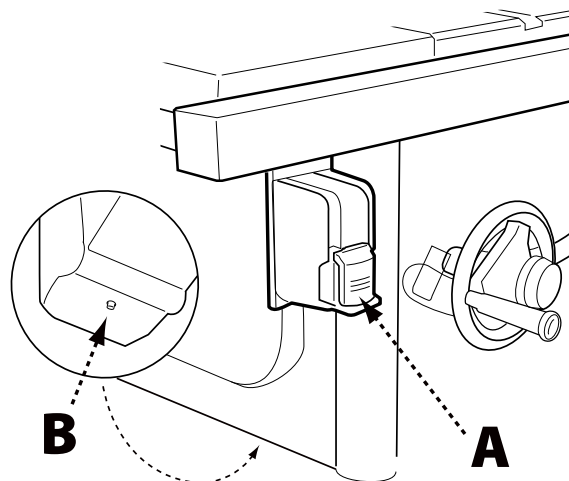

FIGURE 23
Le commutateur POWER (MARCHE / ARRÊT) (Figure 23) est situé sous la rallonge avant gauche de la table.
minutes. Puis appuyez sur le bouton de réinitialisation rouge (B) sur le moteur sous la scie, montré à la Figure 23, et redémarrez la scie.